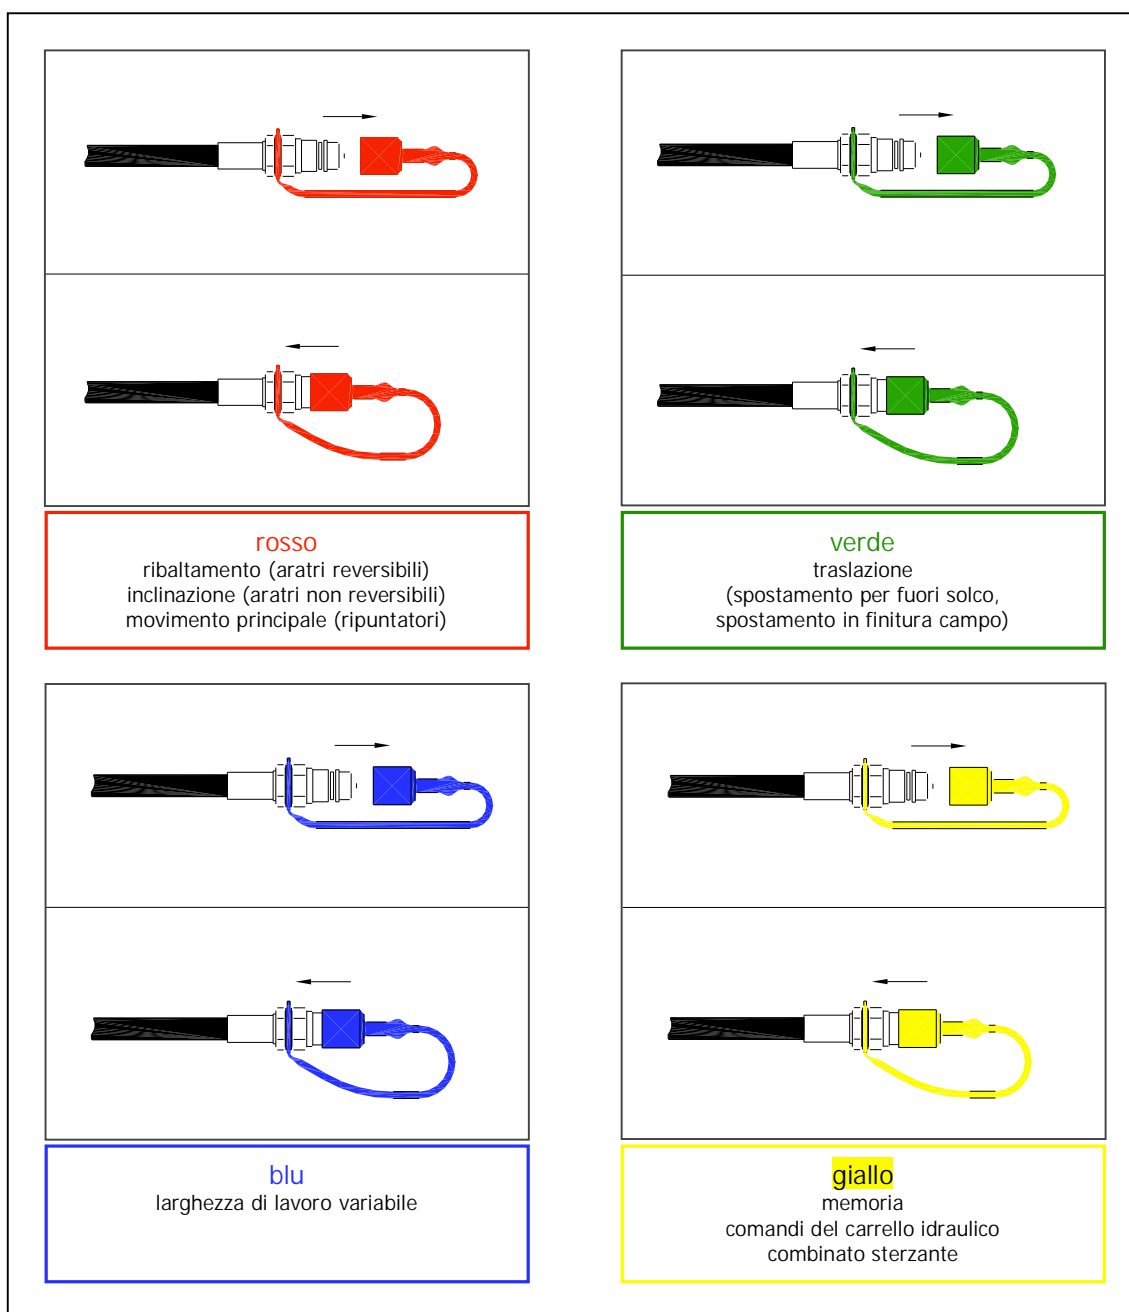

fig.5
- ▲ I tappi alle estremità dei tubi sono colorati: ogni coppia di tubi, infatti, aziona una funzione distinta della macchina e ad ogni colore è associata una particolare funzione, come rappresentato in fig.5.